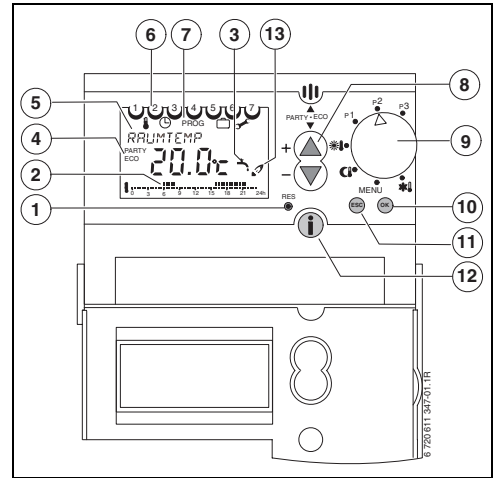

Fig. 8 Schema degli elementi di comando
- ▶ Posizionare il selettore impostazioni su **MENU** (vedi Fig. 8).
- ▶ Premere il tasto (OK).
- ▶ Premere il tasto (OK) per **PARZIALE**, se prima della cancellazione si desidera richiedere le singole fasce di programmazione. Premere due volte il tasto (OK) per cancellare la fascia di programmazione desiderata.
- ▶ Premere il tasto (OK) per **TOTALE**, se si desidera cancellare tutte le fasce di programmazione in una volta. Premere due volte il tasto (OK) per cancellare tutte le fasce di programmazione nel programma di riscaldamento.
- ▶ Tenere premuti contemporaneamente i tasti (ESC) e (OK) finché viene visualizzato **IMP FABBRICA**: